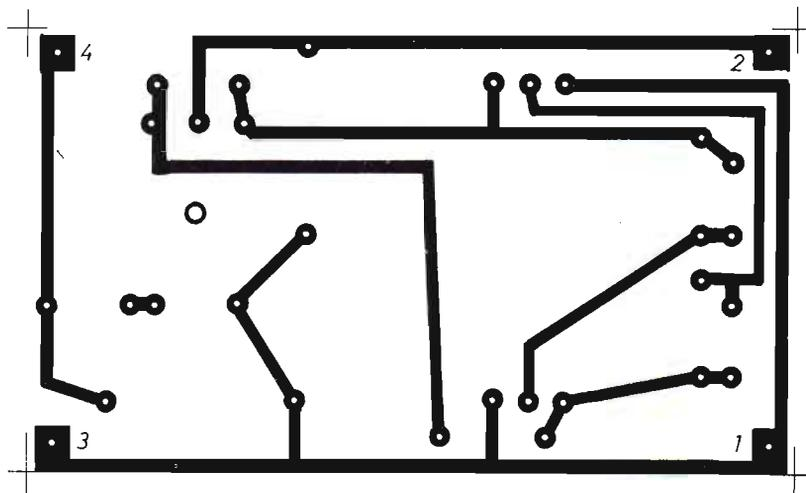

Fig. 3 - Disegno in grandezza reale del circuito stampato necessario per la composizione del modulo dell'inverter.
**Fig. 3 - Disegno, qui pubblicato in grandezza naturale, del circuito stampato da riportare su una delle due facce di una basetta supporto di vetronite o bachelite, di forma rettangolare e delle dimensioni di 5 cm x 10,5 cm.**